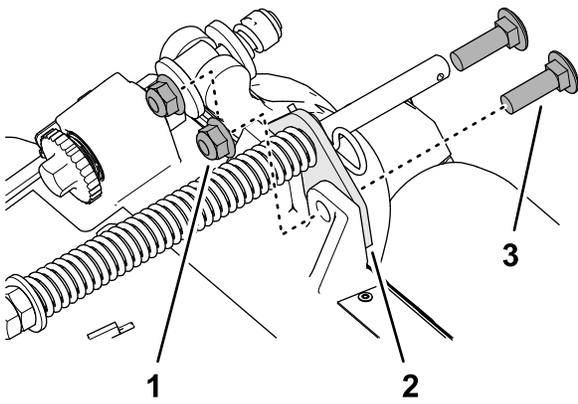

**Bild 10**
1. Wenn der Splint im hinteren Loch der Kompensierungsfederstange installiert ist, entfernen Sie den Splint und setzen Sie ihn in das Loch neben der Halterung ein (**Bild 10**).